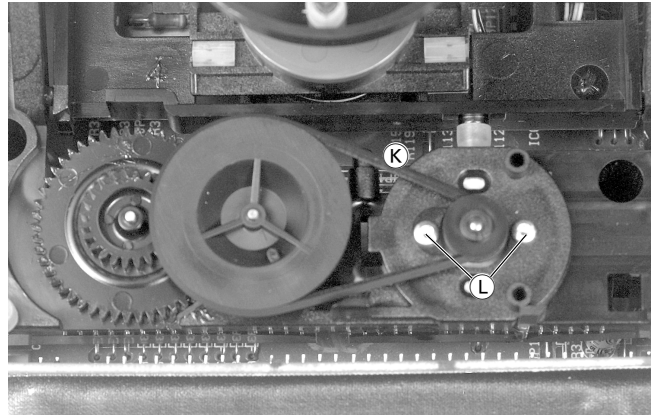

Fig. 15
- Der Riemen **K** kann jetzt abgenommen werden (Fig. 15).
- Die beiden Schrauben **L** herauschrauben (Fig. 15).
- The belt **K** can now be removed (Fig. 15).
- Unscrew the 2 screws **L** (Fig. 15).